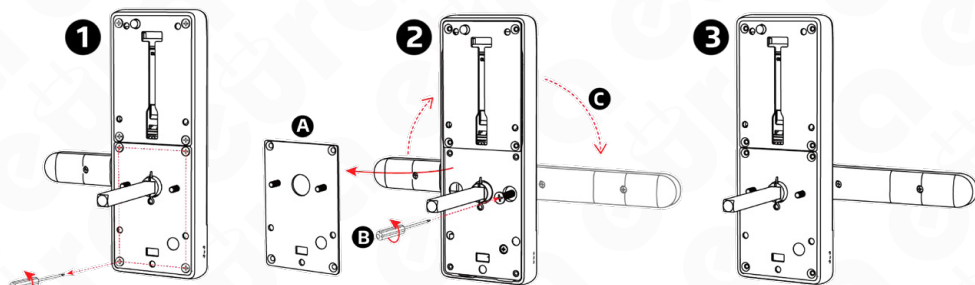

Fig. 6.
- dévissez les 4 vis de la base de l'enseigne qui maintiennent le couvercle (Fig. 6),
- retirer le couvercle (fig. 6, rep. 1-A),
- dévissez la vis de blocage (fig. 6, rep. 2-B),
- régler la poignée dans le sens d'ouverture souhaité (fig. 6, position 2-C)
- installer le couvercle et serrer les vis de fixation (fig. 6, rep. 3)